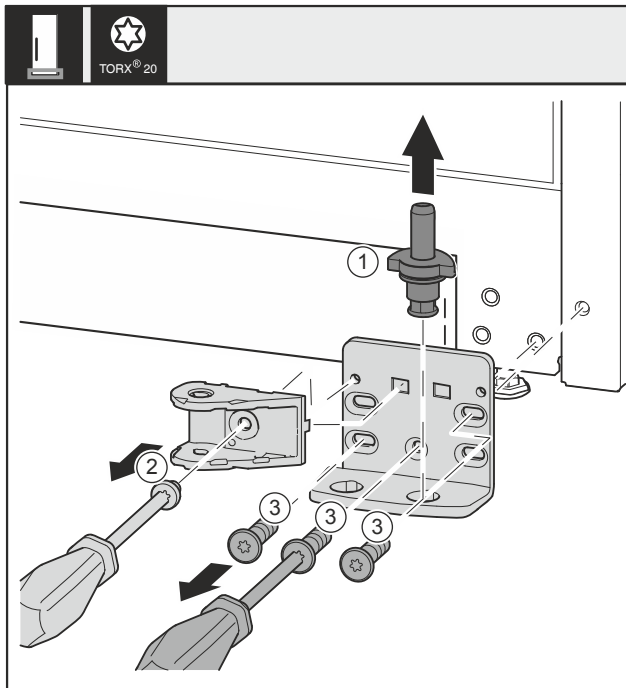

Fig. 33 *
- Lagerbolzen Fig. 33 (1) komplett nach oben herausziehen.*
- Schraube Fig. 33 (2) mit Schraubendreher herausdrehen und Schließdämpferverbindung abnehmen.*
- Schrauben Fig. 33 (3) mit Schraubendreher herausdrehen und Lagerbock abnehmen.*